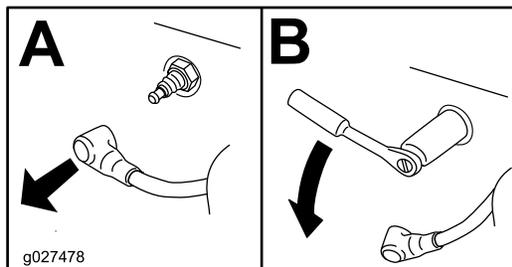

Figura 62
4. Localice y retire la(s) bujía(s), como se muestra en la Figura 62.